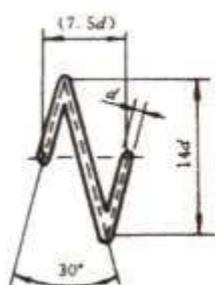
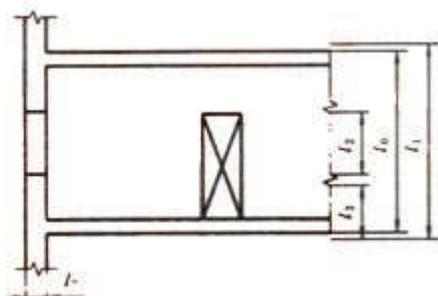
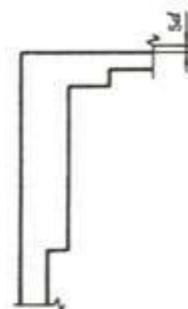

图 1
图 2
图 3
4.2.1.1 双折线的尺寸和表示见图 1、图 2、图 3。
$l_0 \leq 10d$ , Z 形的配置如图 3 所示。